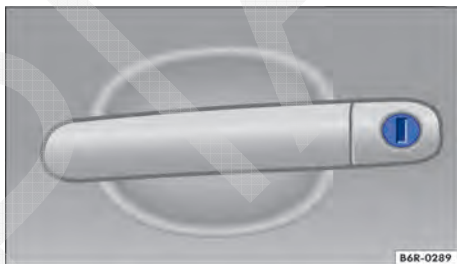

Fig. 158 Maçaneta da porta do condutor com cilindro da fechadura.
- Introduzir a haste da chave no cilindro da fechadura e destravar ou travar o veículo → Fig. 158.